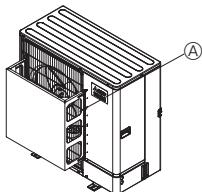

Fig. 2-3
- ② Installare una guida per la bocca di uscita dell'aria opzionale nel caso l'unità venga installata in luoghi dove vento forte causato da tifoni o da fenomeni simili possano penetrare direttamente nella bocca di uscita dell'aria. (Fig. 2-3)